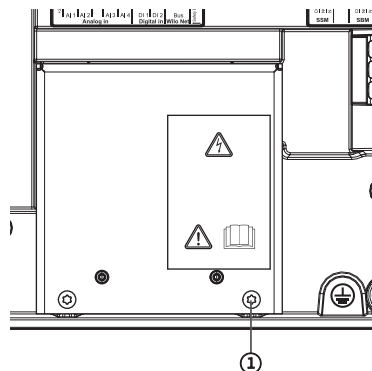

Fig. 113: EMC-beschermplaatje
4. Draai de schroeven van het EMC-beschermplaatje (Fig. 113, pos. 1) los en verwijder het beschermplaatje.